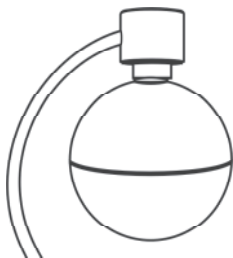

Fig.3
1. Fissate la sfera esattamente al centro, sotto la testa magnetica (v. Fig. 3). Grazie ai magneti permanenti, la sfera conserverà questa posizione.